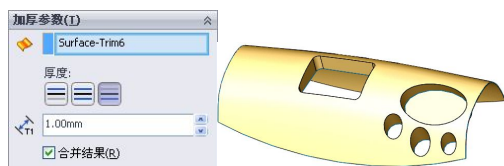

图 7-191 加厚特征
(4) 选择【插入】|【凸台/基体】|【加厚】菜单命令，系统弹出【加厚】属性管理器，在【加厚参数】选项组中，单击【要加厚的曲面】选择框，在图形区域选择缝合曲面后的图形，单击【加厚侧边 2】按钮（即外侧加厚），设置【厚度】为 1mm。单击【确定】按钮，加厚曲面，如图 7-191 所示。